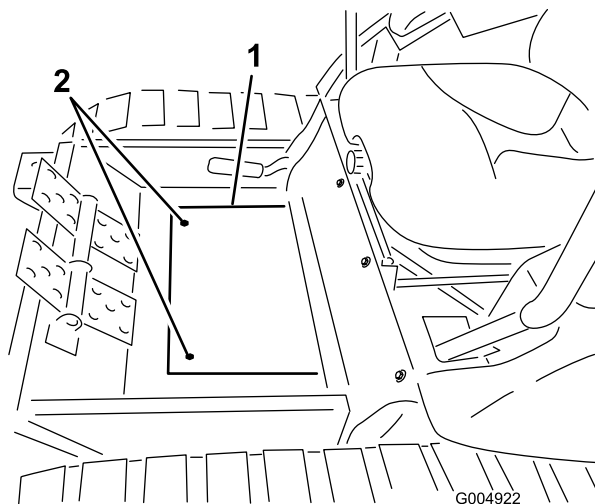

Figure 33
3. Retirez les deux vis qui fixent la plaque couvercle de plancher au plancher et déposez la plaque (Figure 33).